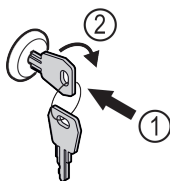

Fig. 125
- ▶ Shtyni çelësin brenda Fig. 125 (1).
- ▶ Rrotulloni çelësin me 90° në drejtimin orar Fig. 125 (2).